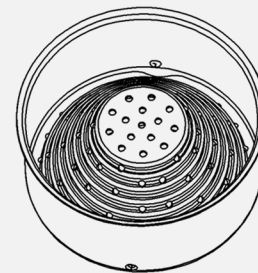

Рисунок 4
Примечание : Чаша (18) и Фильтр (12) обратите внимание при работе с соковыжималкой в этой части оборудования включена особая разработка, которая блокирует в процессе выжимания фрукта разъединение этих двух частей. Демонтируя или монтируя Фильтр (12) в Чашу (18) обязательно убедитесь, что деталь установлена правильно. (Рисунок 4).